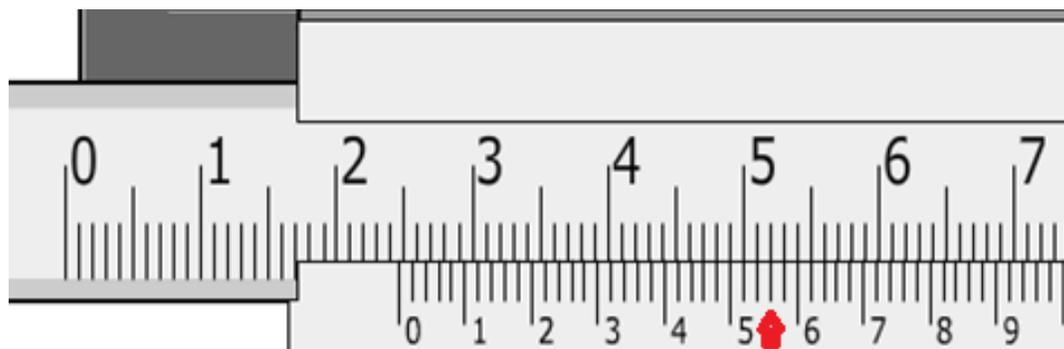

Figura 4. Lectura en un calibrador vernier con escala en milímetros
- Como valor decimal, según su legibilidad, se deberá tomar la división coincidente de la escala vernier con la escala principal. Es importante hacer notar que la coincidencia de las divisiones solo debe ser una (Figura 4, 5 y 6).
Para el primer ejemplo (figura 4) se tiene un calibrador vernier en milímetros, la legibilidad está definida a partir de identificar el número de divisiones de la escala vernier igual a 50 divisiones y aplicar la siguiente relación (1.1):
De acuerdo a la figura 4, en la escala principal el valor más próximo al cero de la escala vernier corresponde con 24 mm; después tomamos la escala vernier para completar el valor decimal. En este caso se busca el índice en el que ambas escalas coincidan o queden alineadas. El índice de la escala vernier es el marcado en rojo por lo que la lectura será: